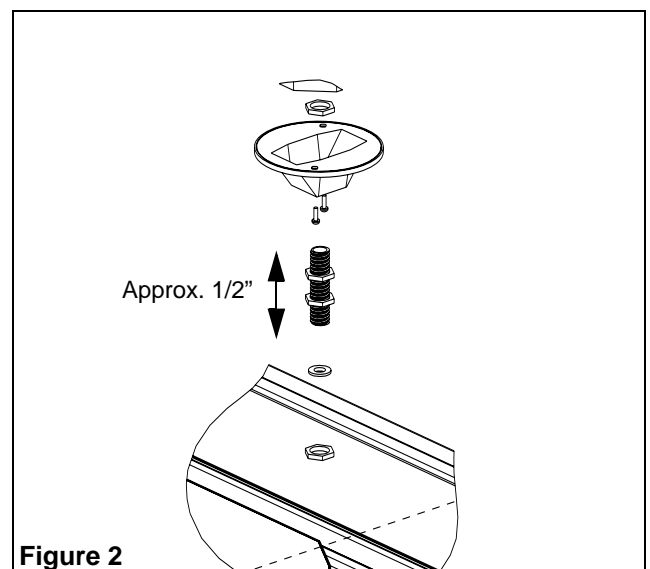

Figure 2
- Installer le raccord fileté au pavillon en vissant un écrou hexagonal sur un des bout du raccord et en insérant le raccord dans l'ouverture centrale du pavillon (voir fig.2) Visser un 2e écrou à partir du dessous du raccord pour venir serrer le pavillon entre les deux écrous. Installer le 3e écrou en laissant une distance approximative d'un demie pouce (voir fig.2). Installer la rondelle d'étanchéité et le dernier écrou puis serrer le tout.